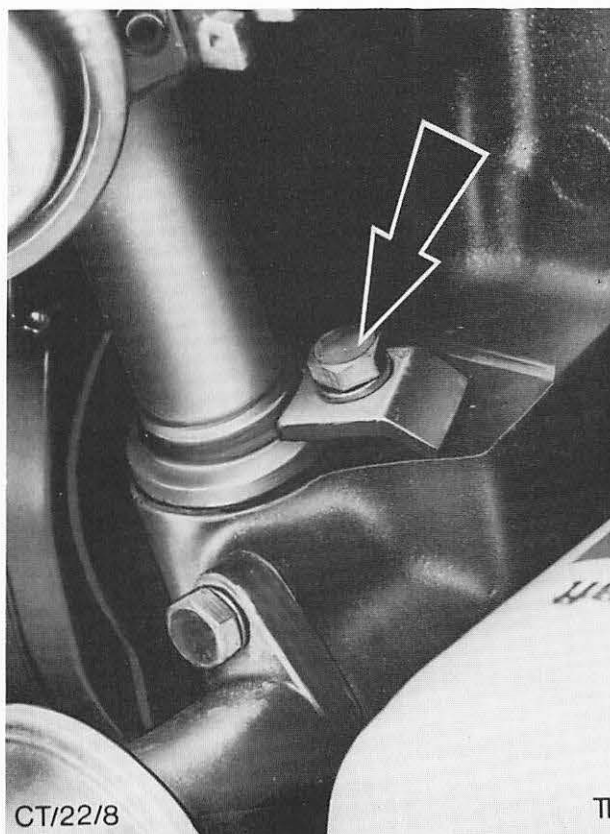

Abb. 21 Halteschraube der Befestigungsklemme – Zündverteiler
Kerbe der Kurbelwellenriemenscheibe mit Kreide deutlich markieren. Stroboskoplampe gemäß Herstelleranweisung am Motor anschließen und Motor mit Leerlaufdrehzahl laufen lassen. Unterdruckleitung für Zündverstellung sowie Zündverzögerung, falls vorhanden, abziehen und Zündzeitpunkt prüfen. Siehe „Technische Daten“. Zum Einstellen Motor abstellen, Verteiler-Befestigungsklemme lösen und Verteiler drehen, um den Zündzeitpunkt zu verstellen. Anschließend Schraube der Befestigungsklemme beidrehen, Zündzeitpunkt nochmals prüfen und Klemmschraube festziehen. Abb. 21.
6. Sicherstellen, daß Kurbelwelle auf OT-Markierung 1. Zylinder steht, und der Verteilerläufer zur vorher angebrachten Markierung auf dem Verteilergehäuse zeigt. Verteiler einschieben und Halteschraube der Befestigungsklemme beidrehen. Abb. 21.